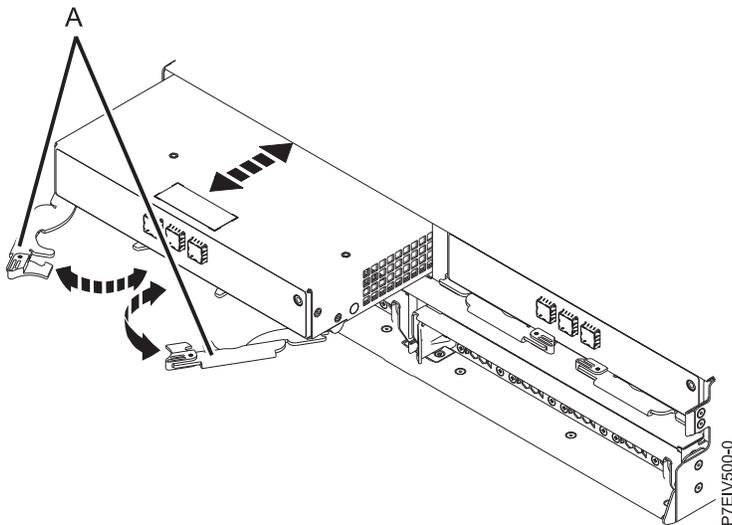

Figura 1. Extracción de un ESM del alojamiento de la unidad de disco
- b. Abra las dos palancas de liberación (**A**) como se muestra en la Figura 1 en la página 4.